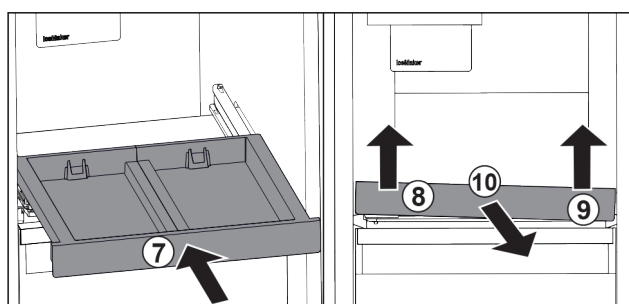

Fig. 91
- Auszugsbord einschieben. Fig. 91 (7)
- Auszugsbord vorne links anheben. Fig. 91 (8)
- Auszugsbord vorne rechts anheben. Fig. 91 (9)
- Auszugsbord nach vorne entnehmen. Fig. 91 (10)